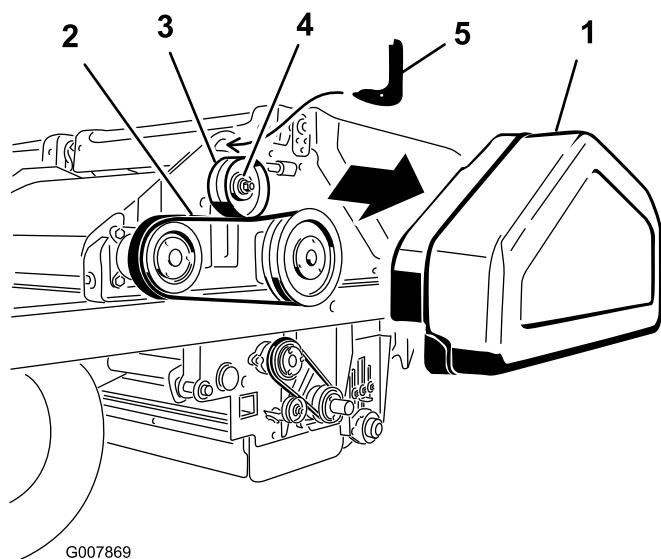

Figura 59
1. Togliete il paracinghia (Figura 59).
2. Allentate il dado sulla puleggia tendicinghia (Figura 59).
3. Inserite l'estremità a gancio del tenditore della cinghia nel foro sopra la puleggia tendicinghia (Figura 59). Mantenete il fondo ricurvo del tenditore sulla puleggia tendicinghia.
4. Inserite la chiave torsiometrica da 1/2 pollici nel foro del tenditore della cinghia (Figura 59).
5. Ruotate il tenditore verso di voi fino a ottenere la coppia di 5,7 Nm, quindi serrate il dado della puleggia tendicinghia mantenendo sempre la coppia (Figura 59).